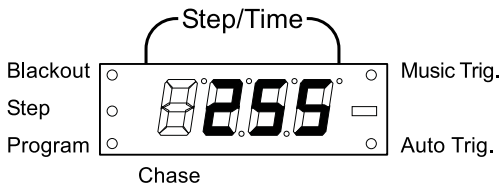

Fig.5 - Esempio Visualizzazione valore "255"
4. Comporre la scena attraverso i cursori 1 - 16 (fig.5).